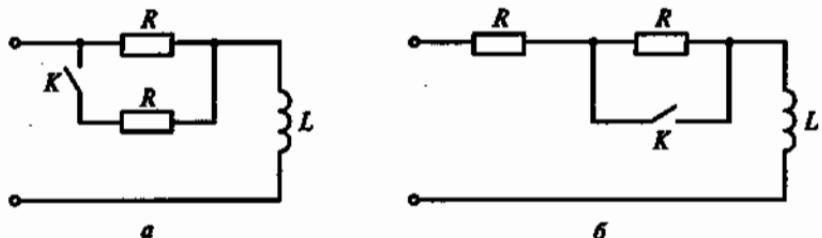

Рис. 138
4.3. Как изменятся постоянные времени τ_a и τ_b контуров, показанных соответственно на рис. 138, а и б, если замкнуть ключ K ? (Указать неправильный ответ.)